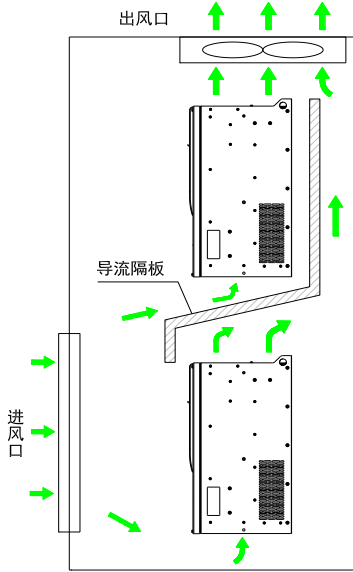

图 3-4 上下排安装要求
- 垂直向上安装变频器，便于热量向上散发。若柜内有多台变频器时，请并排安装。在需上下安装的情况，请参考图3-4，安装隔热导流板；